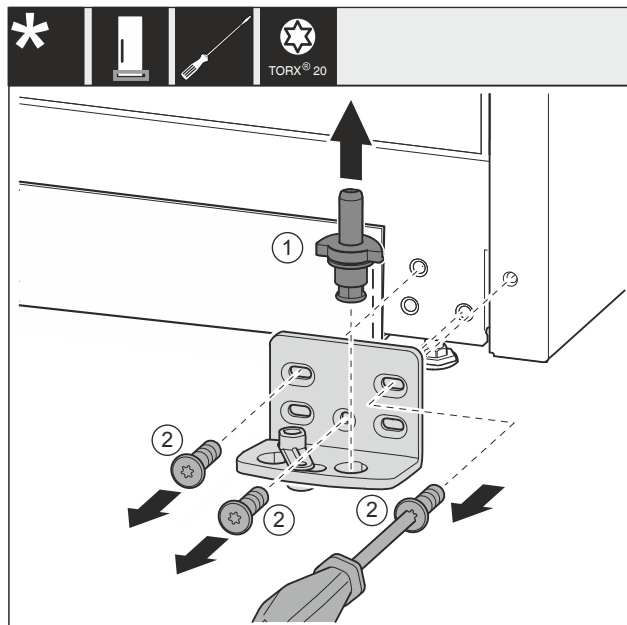

Fig. 22
- Ložiskový čep Fig. 22 (1) celý vytáhněte nahoru.
- Šroubovákem vyšroubujte šrouby Fig. 22 (2) a sejměte stojan ložiska.